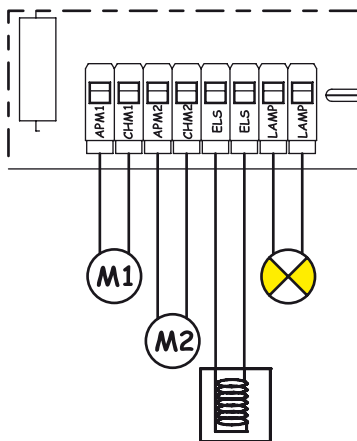

Fig. 3
5.2. MORSETTIERA CN2 (Fig. 3)	pag.3